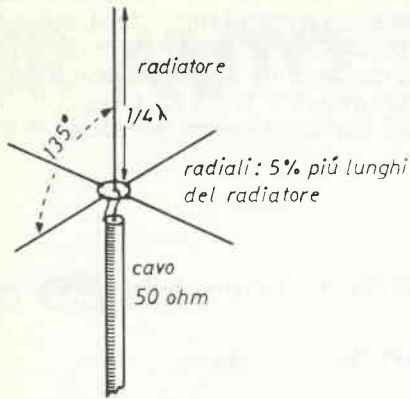

figura 7 - G.P. con radiali a 135°.
3. Inclinando i radiali a  $135^\circ$  rispetto al radiatore verticale, come da figura 7.